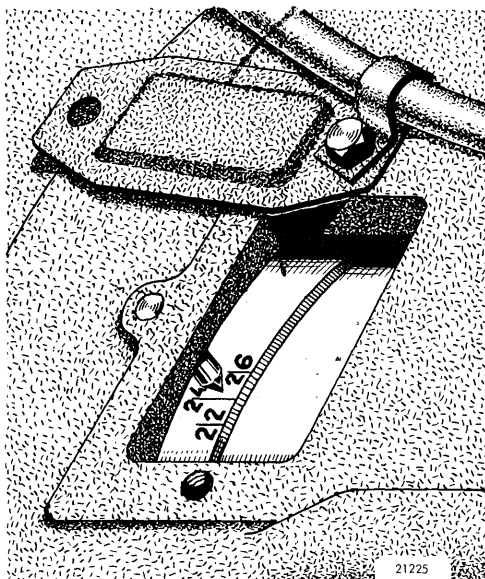

Fig. 23. Svinghjulets indstillingsmærker.
1. Drej motoren i normal omløbsretning til 24° mærket på svinghjulet flugter med stiften (fig. 23), og stemplet i cylinder nr. 1 (den forreste) befinder sig i sidste del af kompressionsslaget (der er spillerum ved begge ventiler i cylinder nr. 1).
9. Foretag en efterkontrol ved at dreje motoren noget tilbage mod den normale omløbsretning og derefter i normal omløbsretning, indtil prøverørets flade netop fugtes - 24° mærket på svinghjulet skal nu stå ud for stiften (fig. 23).